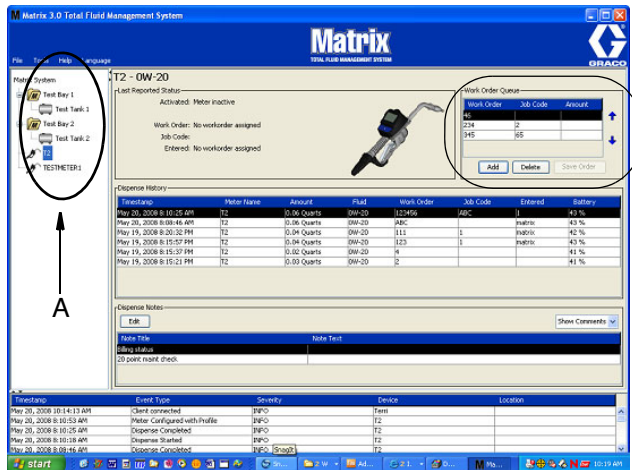

Рис. 111
В поле групп, определенных системным администратором, основного экрана системы Matrix (A), выберите требуемый расходомер, которому назначается рабочее задание (Рис. 111).